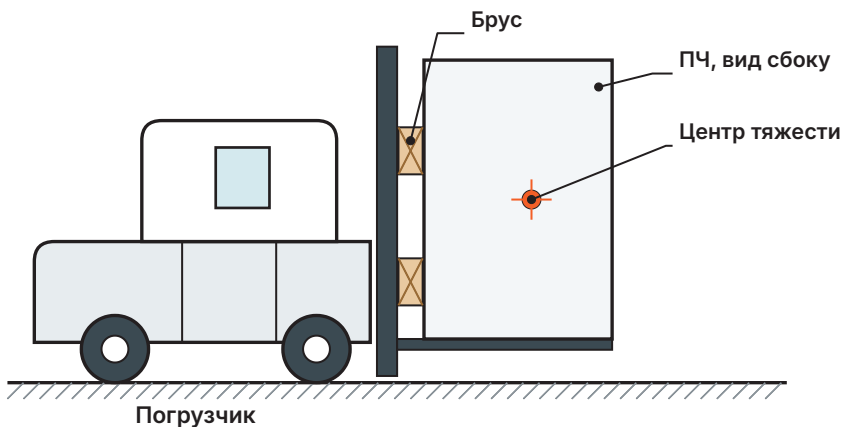

Рис. 16. Правильное применение погрузчика
- **Вилочный погрузчик.** Погрузчик должен быть рассчитан на массу груза, длина ви́л — больше ширины шкафа; длинные шкафы перемещают двумя погрузчиками. Чтобы не повредить поверхность шкафа, проложите между вилами и шкафом деревянный брус (рис. 16). Центр тяжести шкафов ПЧ расположен примерно посередине между лицевой и задней панелями.